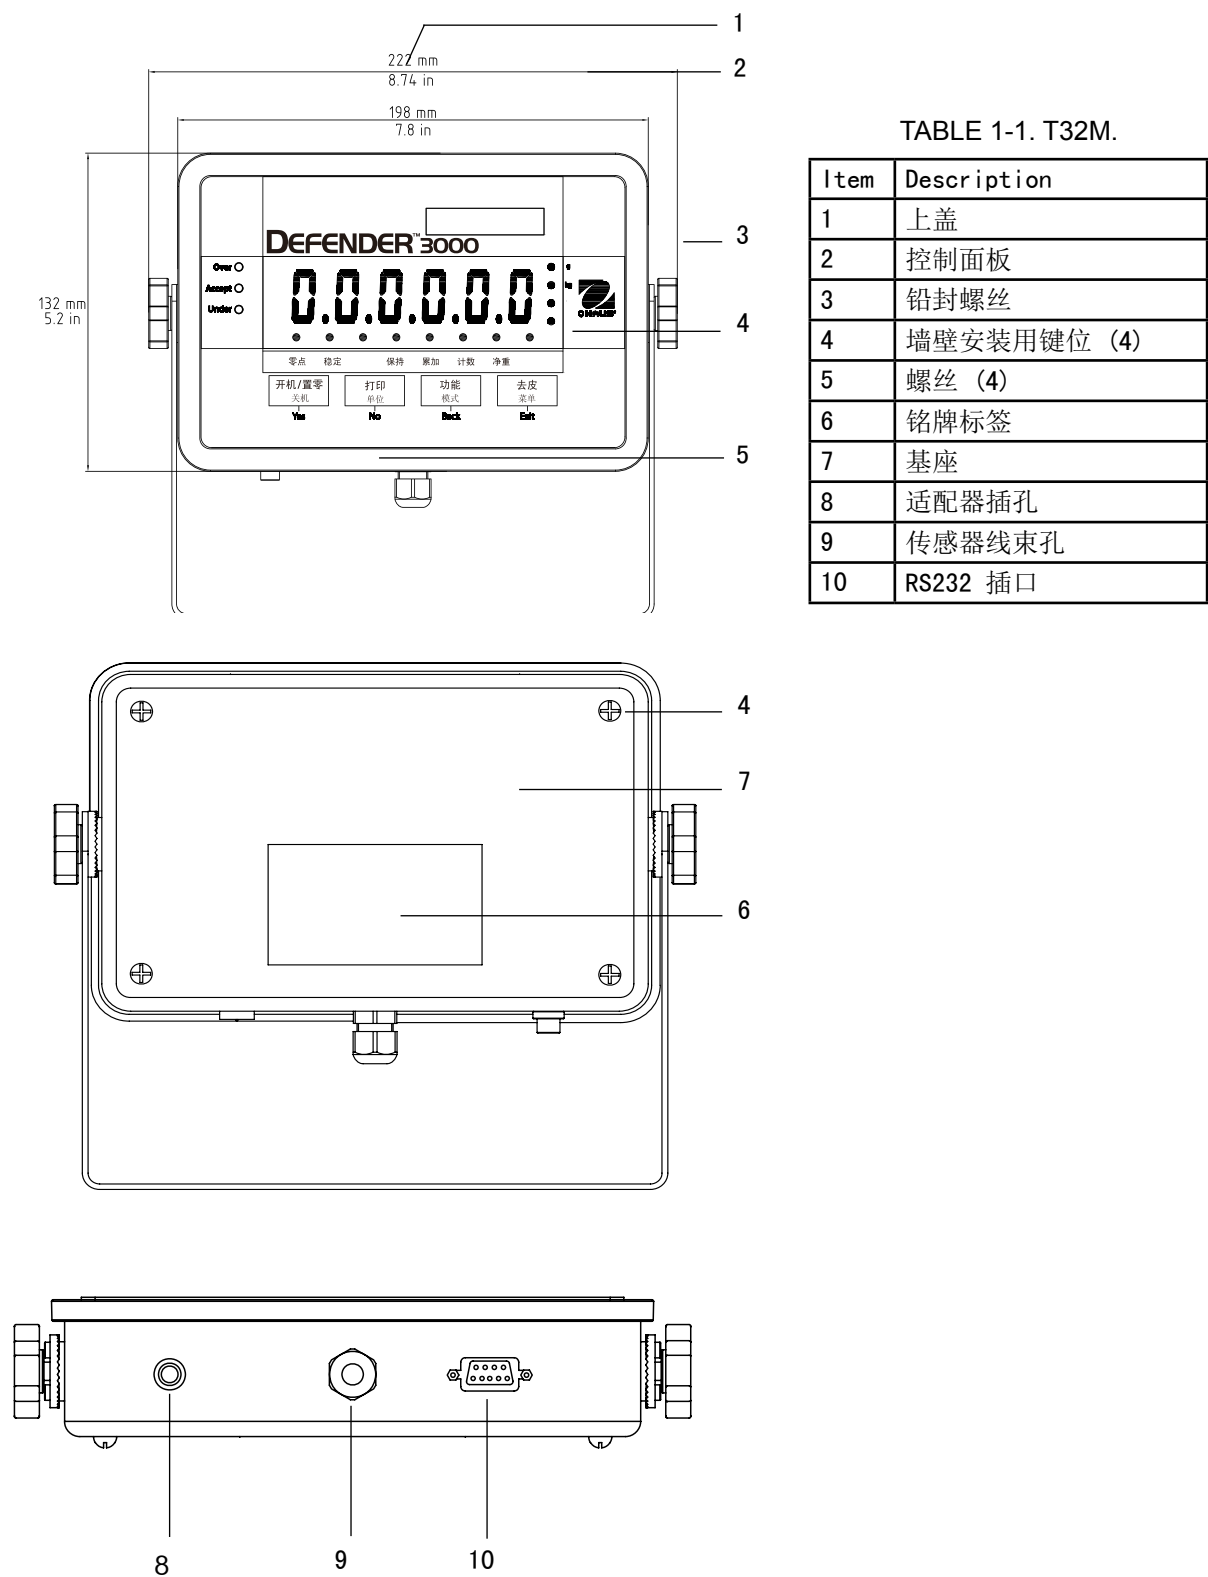

Figure 1-1. T32M 仪表.
请按图示连接方式将RS232 线束连接到 RS232 插口上 (Figure 1-1, item 11).